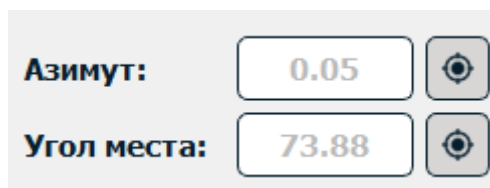

Рисунок 22 – Панель целеуказания
3.3.3.2.4.3 Панель целеуказания (рисунок 22)